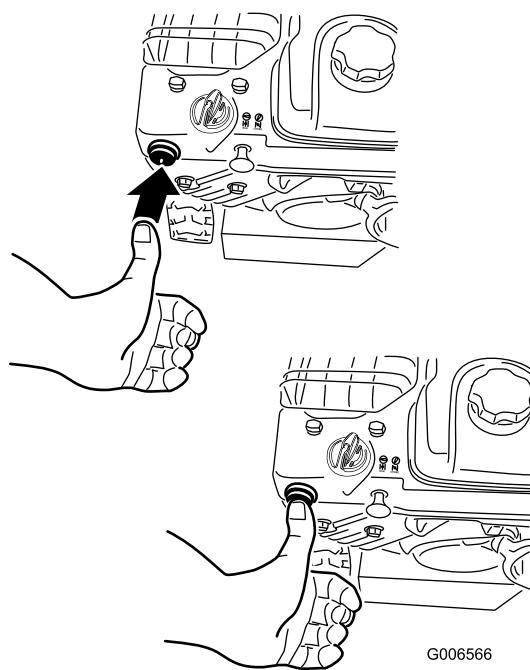

Figure 20
4. Avec le pouce, appuyez fermement sur l'amorceur à 2 reprises (à partir de -9°C [15°F]) ou à 4 reprises (en dessous de -9°C [15°F]), en marquant une pause d'une seconde chaque fois (Figure 20).